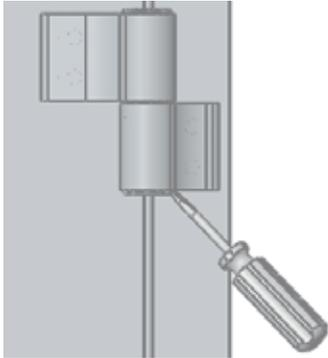

Рис. 27
16.1 С помощью отвертки снять пластиковые крышки рамных полупетель (Рис. 27).